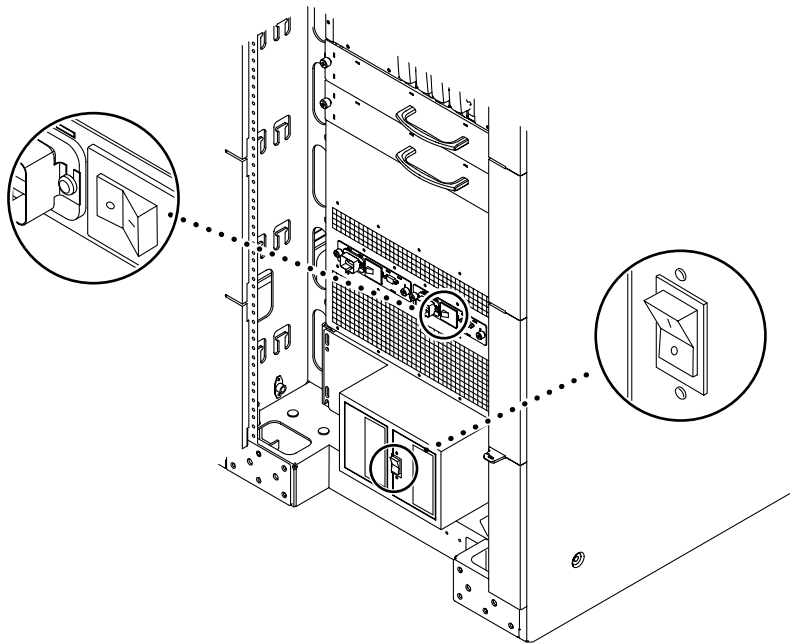

图 2-11 Sun Fire E6900 系统电源开关位置
- a. 关闭系统前后部两个冗余转接装置 (RTU) 模块上的交流电源开关 (图 2-11)。
4. 合上 RTS 电源开关 (图 2-11)。
5. 合上交流电输入盒的电源开关 (图 2-11)。